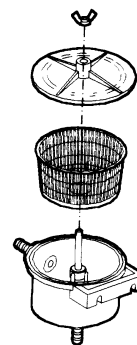

Fig. 7.4
(5) **Revisión / limpieza del filtro de agua (Fig. 7.4).**